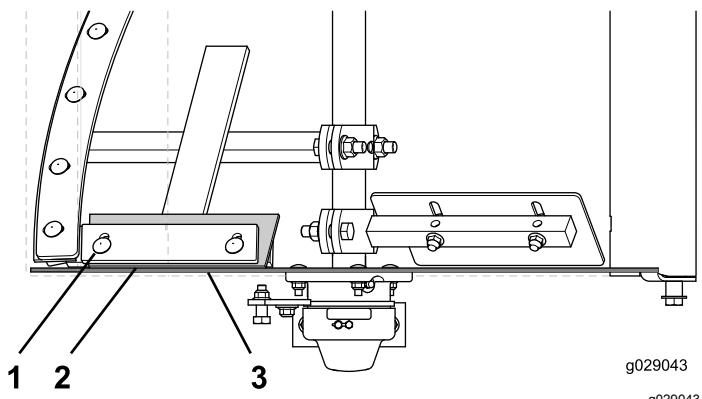

Figura 47
4. Afloje los pernos de cabeza redonda y las contratuerzas prensadas que sujetan la hoja de la paleta y la escobilla a la paleta fija. (Figura 47)